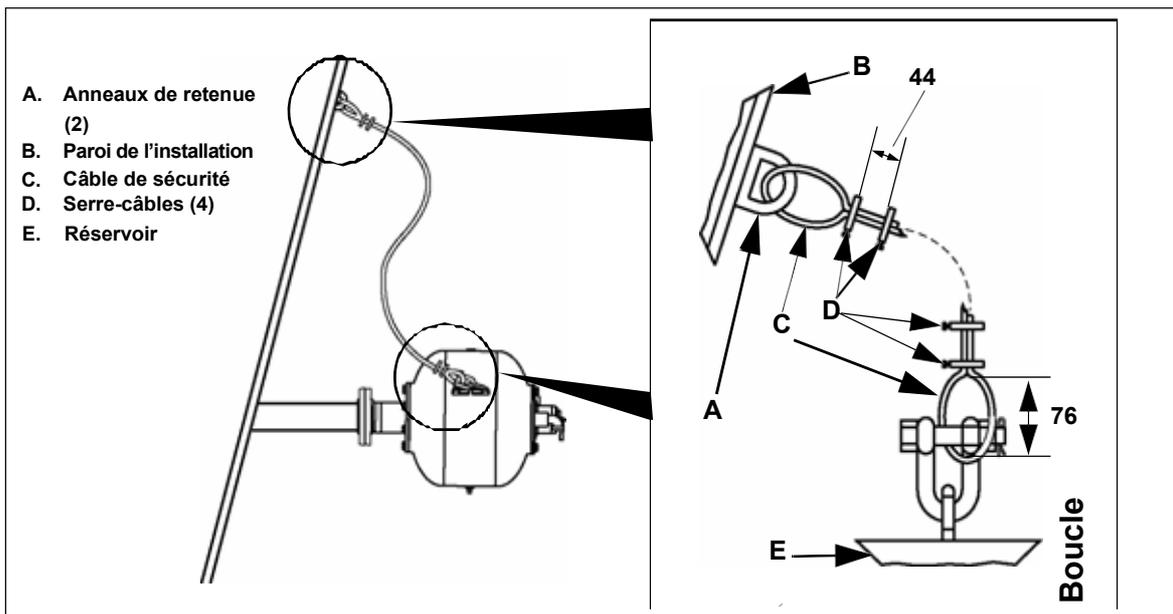

Fig. 3 : Fixation du câble de sécurité
1. Souder l'anneau de retenue (Item A, Fig. 3) à la paroi de l'installation (Item B) avec un cordon de soudure de 6 mm.